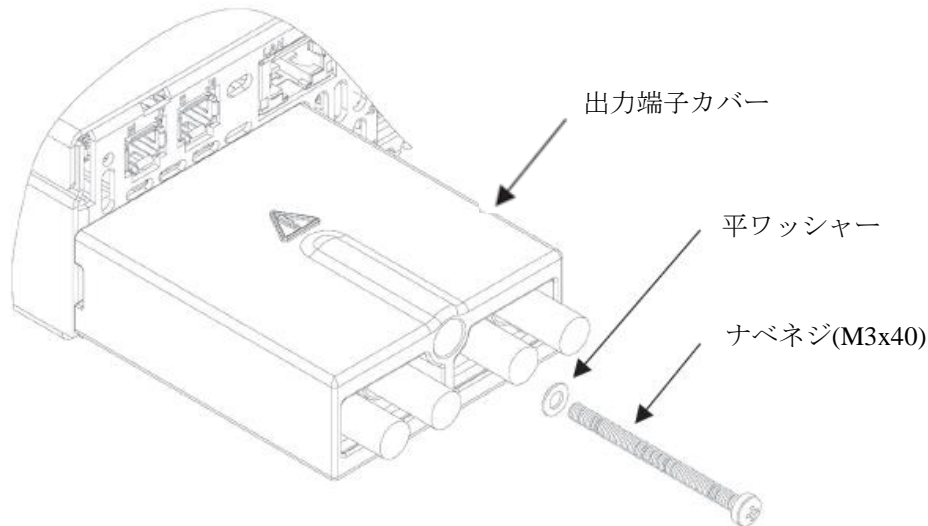

図4-27 出力端子カバーの取付(GH1kW/1.5kW)
3. 図4-27に示すように出力端子カバーを電源に固定します。